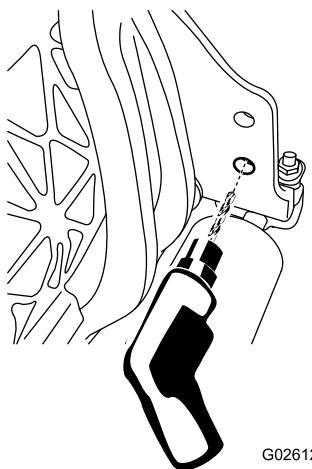

図 5
- カッティングユニット右側の下穴を、9 mm のドリルで拡大する **図 5**。